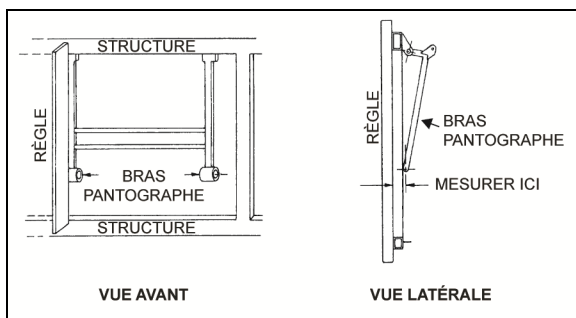
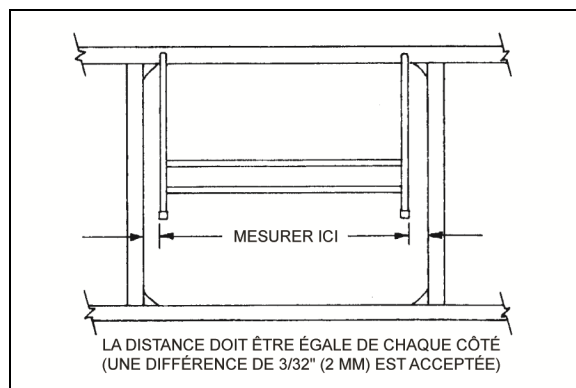

FIGURE 61 : AJUSTEMENT D'UNE PORTE À PANTOGRAPHE 18062
FIGURE 62 : AJUSTEMENT D'UNE PORTE À PANTOGRAPHE 18063
Mesurer la distance entre l'extrémité de l'un des bras du pantographe et un bord droit de la structure. Répéter la procédure pour l'autre bras. La distance doit être égale des deux côtés. Si ce n'est pas le cas, incliner le bras approprié jusqu'à ce que la mesure souhaitée soit obtenue (Figure 61 et Figure 62).
5. Lorsque la porte est droite, enlever les morceaux de bois et vérifier que la porte fonctionne et est ajustée correctement. Une différence de $3/32$ po (2 mm) est acceptée entre les deux côtés (Figure 62).